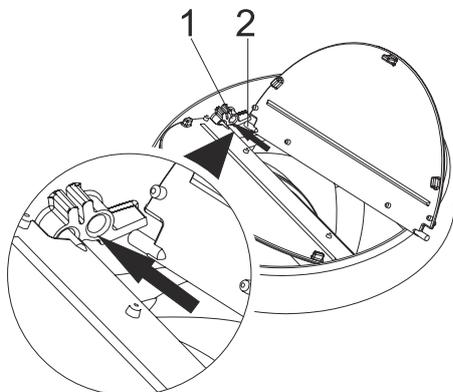

Fig. 11
- Inserire il perno di plastica (area n. 2) sulla presa del perno sullo scarico del motore (area n. 1).Fig. 11 (Fig. 11)Quindi piegare leggermente l'aletta per inserire l'altro perno sull'aletta e inserire l'altro perno nella sua presa (Fig. 11).